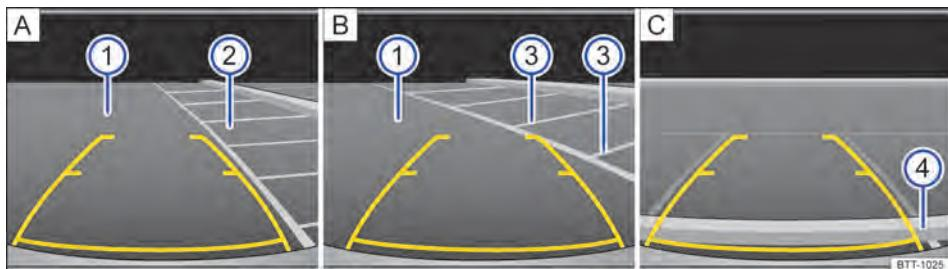

Fig. 125 Exibição do display do rádio ou do sistema de navegação: entrar na vaga de estacionamento com câmera de marcha a ré, modo 1.
Legenda para a representação esquemática Fig. 125:
2.	Posicionar o veículo na frente da vaga de estacionamento (2) ⇒ Fig. 125 A.
4.	Conduzir para trás devagar e manobrar de modo que as guias amarelas laterais conduzam para a vaga de estacionamento selecionada (2) B.